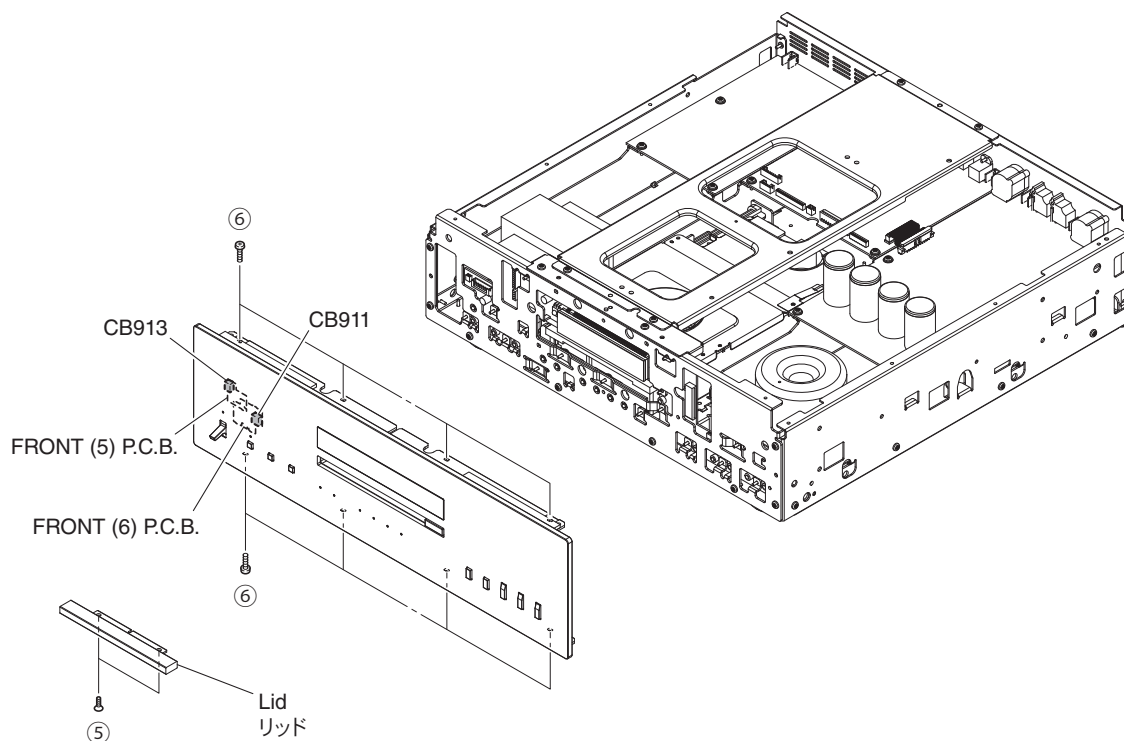

Fig. 4
- Using a phillips screwdriver, remove 2 screws (⑤) and then remove the lid. (Fig. 4)
- Remove CB911. (Fig. 4)
- Remove 8 screws (⑥). (Fig. 4)
- Remove the front panel forward gradually. (Fig. 4)
- Remove CB913. (Fig. 4)
- プラスドライバーで⑤のネジ2本を外し、リッドを外します。(Fig. 4)
- CB911を外します。(Fig. 4)
- ⑥のネジ8本を外します。(Fig. 4)
- フロントパネルを前方へゆっくり外します。(Fig. 4)
- CB913を外します。(Fig. 4)